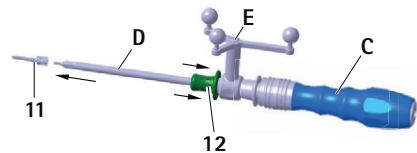

Fig. 9 Estrazione della vite S⁴C con un cacciavite S⁴C
- Ritirare e tenere ferma la bussola di tenuta 12 sul cacciavite S⁴C D, vedere Fig. 9